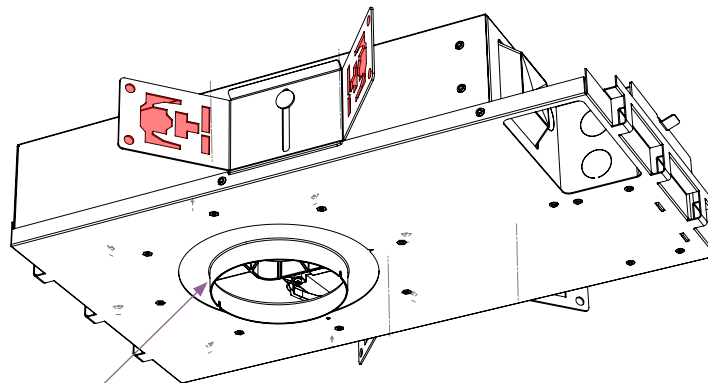

fig. 8: collar
- Use material en barras o perfil C-channel (no suministrados) para montar el D3 en el cielorraso. Los soportes deberán pasar a través de los orificios de los soportes mariposa y pueden utilizarse para suspender el D3 sin tornillos (consulte la fig. 8).